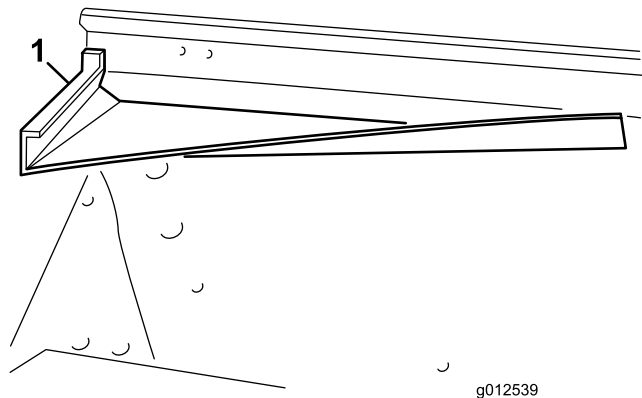
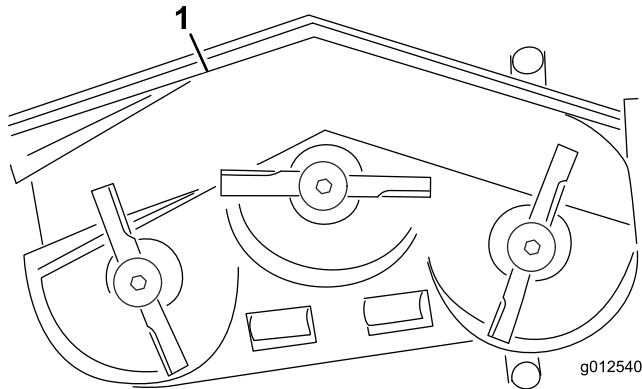
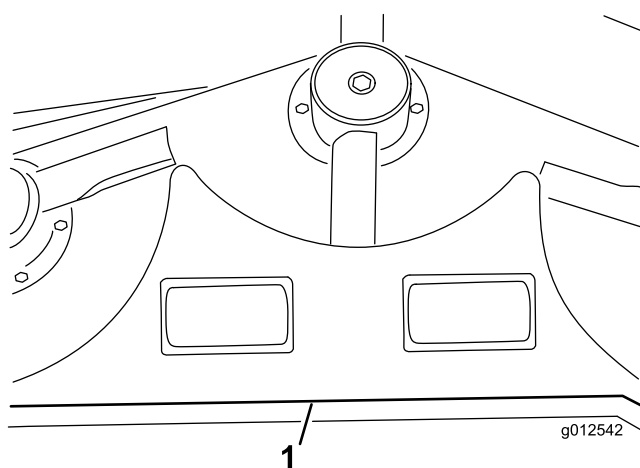
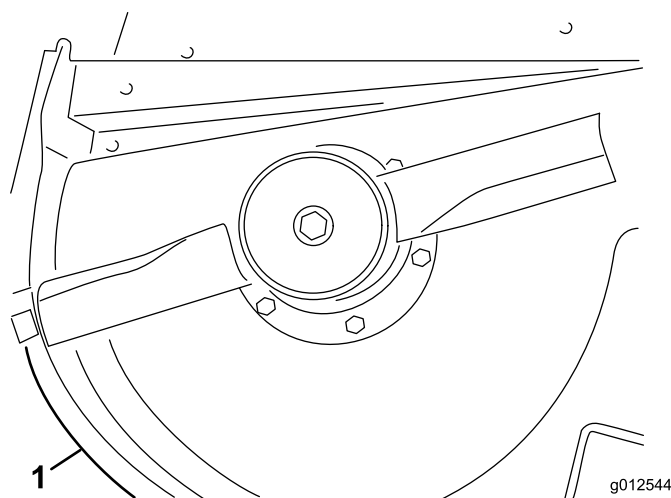

Figure 11
Figure 12
Figure 14
Figure 16
- Insérez le déflecteur avant dans le plateau en alignant l'extrémité sur le bord de l'ouverture d'éjection (Figure 11 et Figure 12).
8. Utilisez les trous existants pour fixer le rebord arrière sur le plateau au moyen de 4 boulons (3/8-16 x 1 po) et 4 rondelles-freins (3/8 po) (Figure 14).
9. Alignez le rebord gauche sur l'extrémité gauche du rebord arrière et le bord du plateau (Figure 12 et Figure 14).
11. Alignez le rebord droit sur l'extrémité droite du rebord arrière et le bord du plateau (Figure 12 et Figure 16). En vous servant du rebord gauche comme gabarit, repérez et percez 3 trous (9/32 po de diamètre) dans le plateau.